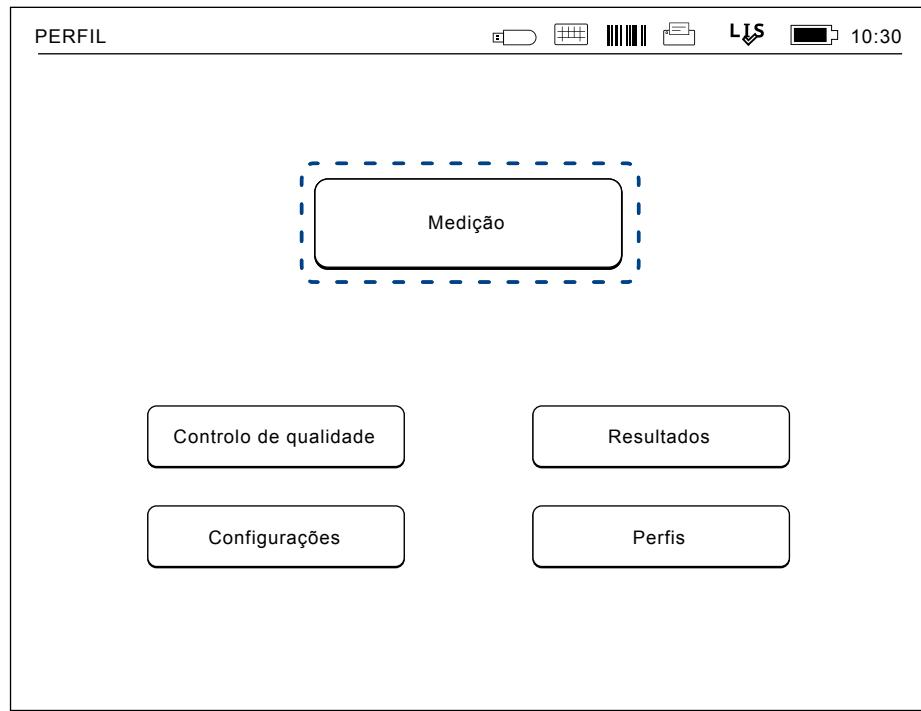

Figura 18
1. Escolher *Medição* no menu principal e seguir as instruções no ecrã (consulte a **Figura 18**).